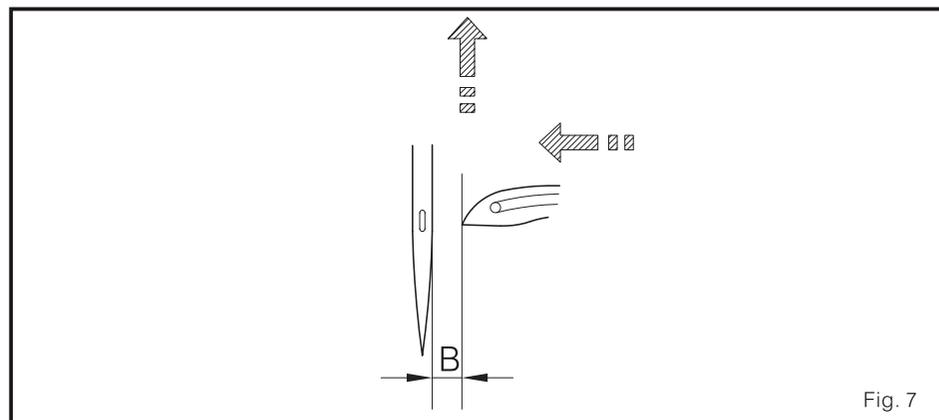

Fig. 7
1. ajusta o movimento esquerdo e direito Quando o looper fique no ponto morto direito, a gorjeta disto estará a uns 3.5 ± 0.1 mm da borda direita no lado da agulha (B). (Fig. 7)